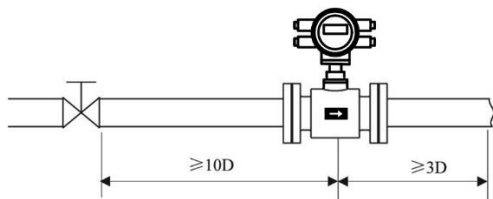

图 10 阀门位于传感器上游的安装
- 在安装电磁流量计时应加设旁路通管和清洗口，如图 10 所示，这种装置可在流量计退出使用的情况下，保证设备系统连续工作。